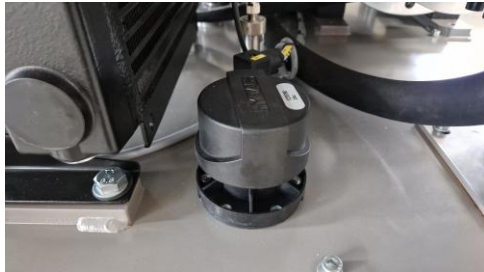

Fig. 73
- Retirar la tapa de la boca de llenado (fig. 73). Introducir el tubo aspirador del equipo para el cambio de aceite y dirigir el tubo de descarga al recipiente recolector de aceite correspondiente.